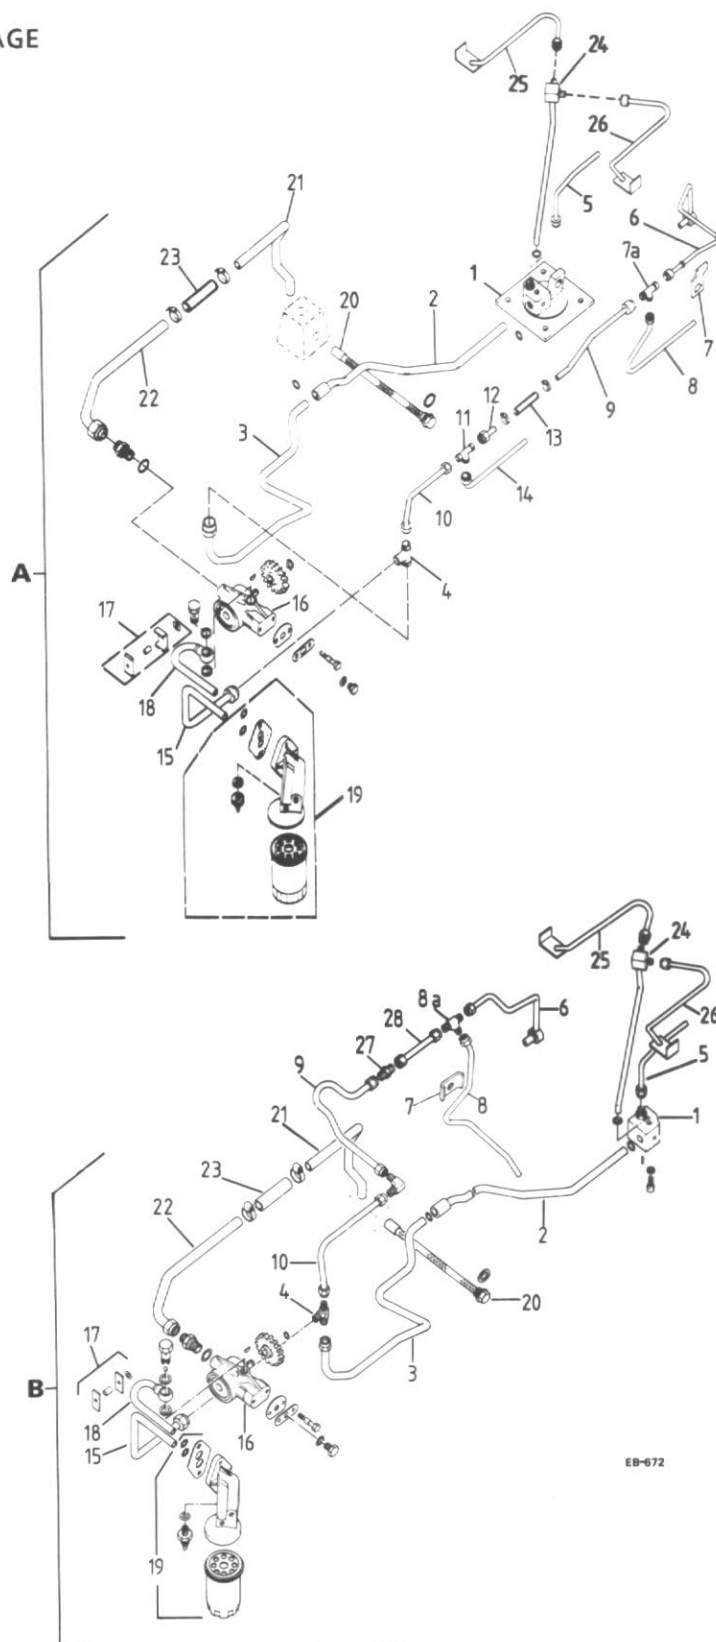

Fig. 157
Nettoyez la crépine de filtrage (20) figure 157, environ 20h après une réparation dans la transmission et ensuite suivant le guide d'entretien du Livret d'entretien.
Veillez à ne pas tordre les canalisations lors du démontage. Ne retirez pas le "T" (4) Figure 157 de la canalisation (3). A la dépose de la pompe, prenez garde que les cales de réglage de jeu ne tombent dans le carter.
Réinstallez les canalisations en suivant l'ordre du repérage des figures 157 et 166.
Quand vous glissez le moyeu et la bague (8 et 12) Figure 3, sur l'arbre secondaire (1) assurez-vous que les passages d'huile sont en ligne. Complétez l'assemblage de l'ensemble de sélection de gamme et montez le carter d'embrayage. Installez les pièces 6 à 14 figures 157 et 166.